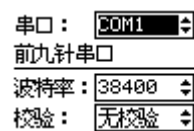

图 5-12 串口子菜单显示界面
(3) 串口参数：主要完成串口的“波特率”和“奇偶校”验设置。按方向键及“+、-”键，修改所要设置的参数，按退出键，返回到上一级菜单，如图 5-12 所示界面。